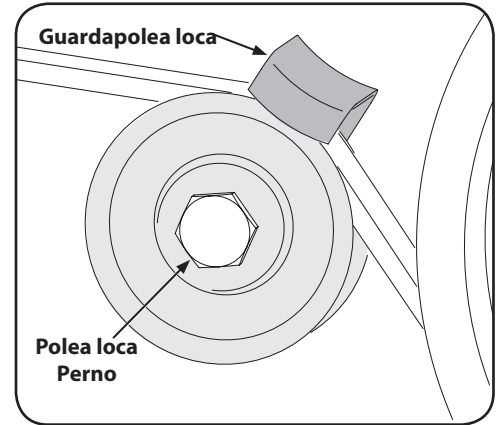

Figura 5-3
3. Retire el perno de la polea loca y mueva la correa desde debajo del guardacorreas de la polea loca. Vea la Figura 5-3.
NOTA: Al volver a armar, asegúrese de que el guardacorreas de la polea loca quede tal como se muestra en la Figura 5-3. Observe la muesca en la parte inferior del guardacorreas y la alineación cuando vuelva a armar con la correa nueva.